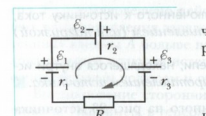

Рис. 24
В соответствии с этим правилом алгебраическая сумма ЭДС для цепи, показанной на рис. 24, равна:
Например, для изображённой на рис. 24 цепи формула (5) имеет вид: